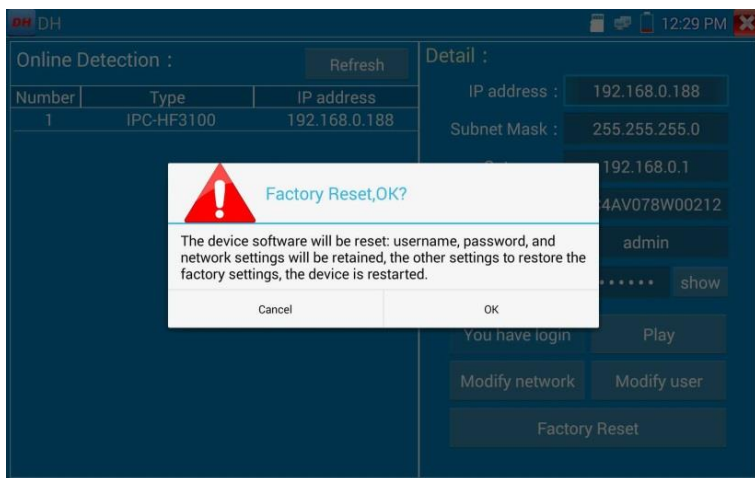

Рис. 121 Сброс к заводским настройкам
6. Для сброса настроек видекамеры к заводским воспользуйтесь кнопкой «Сброс к заводским настройкам» (Factory Reset) рис. 121